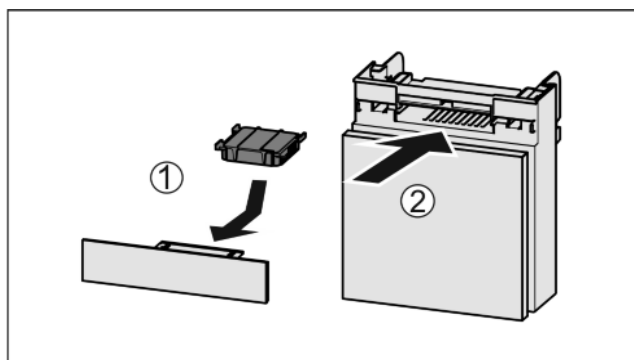

Fig. 56
- Filtr s aktivním uhlím vložte podle vyobrazení Fig. 56 (1).
- Zásuvku zasuňte Fig. 56 (2).